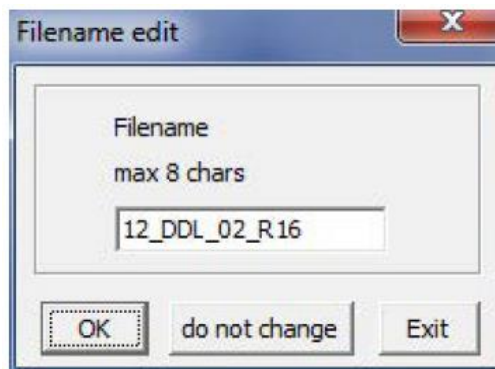

Рисунок 13
2.12 Согласитесь с именем файла, нажав на «ОК» (рисунок 13).